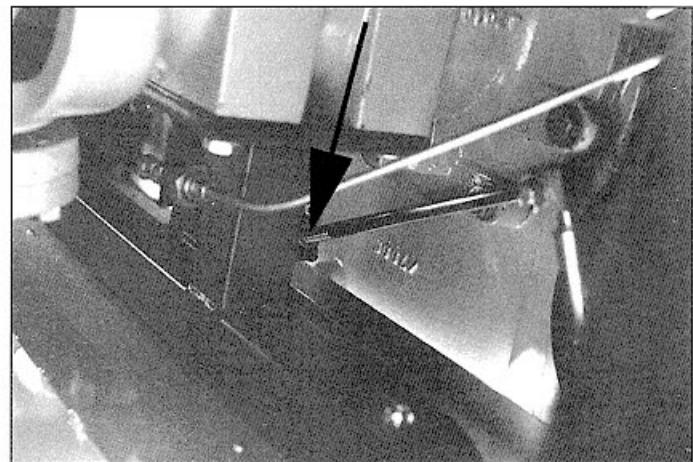

Fig. 11
- Controlar que el pedal del embrague tiene un poco de holgura entre el registro y la palanca - Fig. 11.